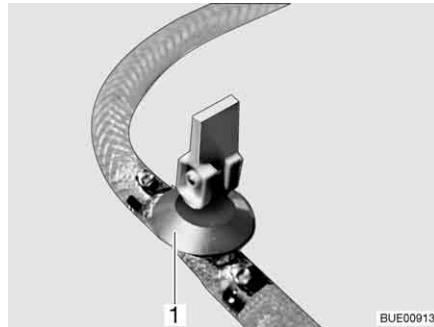

Bild 209 Ablasshahn
- Ablasshahn/Ablasshähne schließen. Dazu den Kipphebel (Bild 209,1) waagrecht stellen.
- Ablasshahn/Ablasshähne (Bild 209) öffnen. Dazu den Kipphebel (Bild 209,1) senkrecht stellen. Der Boiler wird nach außen entleert.